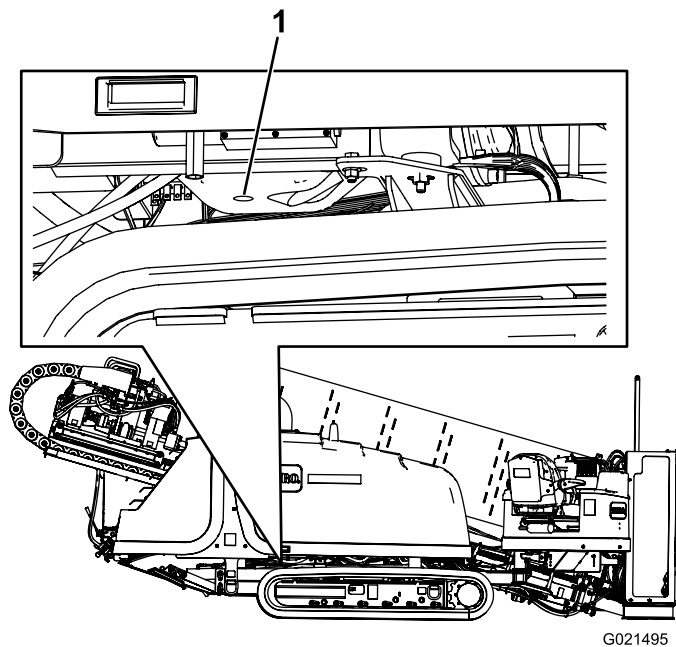

**Figure 125**
2. Enlevez le bouchon de vidange (Figure 125).
7. Remettez le bouchon de vidange sur le raccord de vidange (Figure 125).